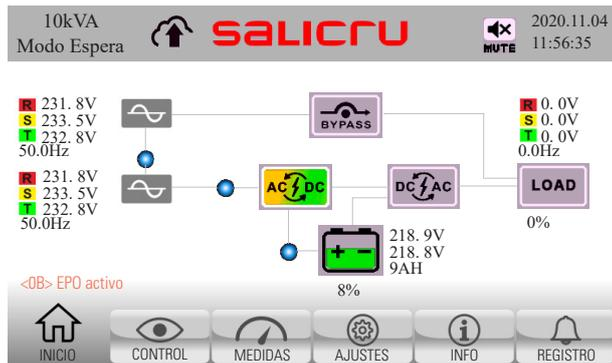

Fig. 38. Pantalla Principal con paro de emergencia EPO activado. No hay tensión de salida.
2. Aparece nueva alarma <OB> “EPO activo” en el panel de control, y el equipo transfiere automáticamente a modo espera (Fig. 38).